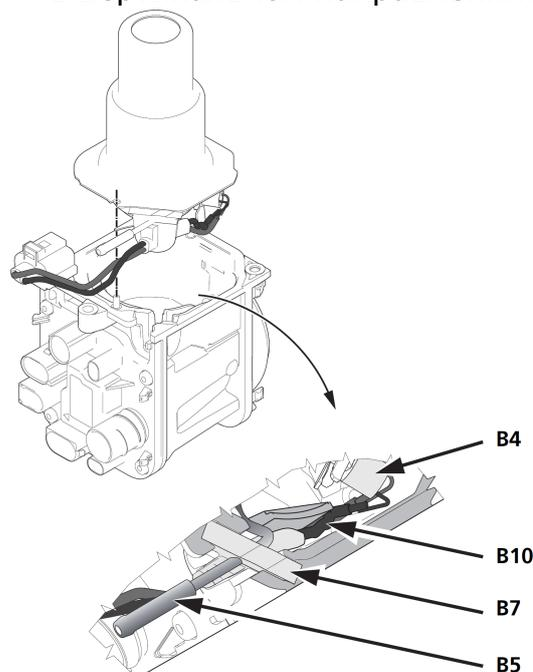

Рис. 903 Детальное представление расположения проводки штифта накала
1. Предварительно примерьте горелку с втулками (B7) в корпус нагнетателя (G1). При монтаже обращайте внимание на то, чтобы кабель штифта накала (B10) и втулки (B7) были установлены в предназначенные для них направляющие и паз нагнетателя (G1) (см. рис. 903). Вставьте втулки (B7) в предусмотренный паз, пока полностью не займут установочные положения.
При монтаже горелки кабель должен быть проложен таким образом, чтобы располагаться в соответствующем пазу. См. также раздел 9.2.2 и рис. 903.